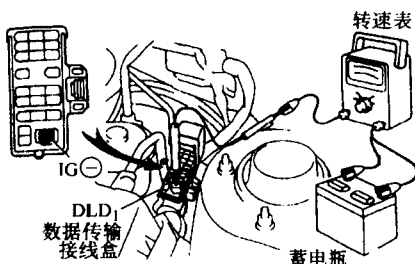

图 10 将转速探测器连接在数据传输接线盒的 IG 接头上
2) 将转速表和正时灯连接到发动机上。将转速探测器连接到数据传输接线盒 DLC1 的 IG (一) 接头上(见图 10)。